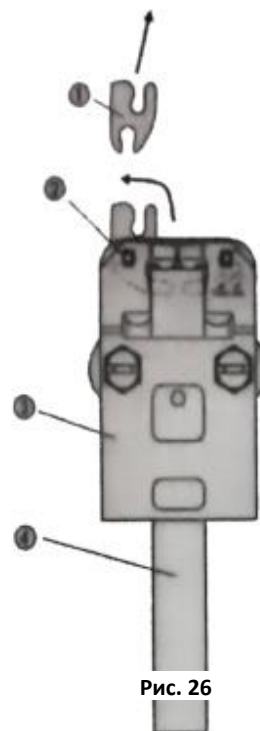

Рис. 26
- Замена пластины в виде бабочки (1) (Рис. 26)